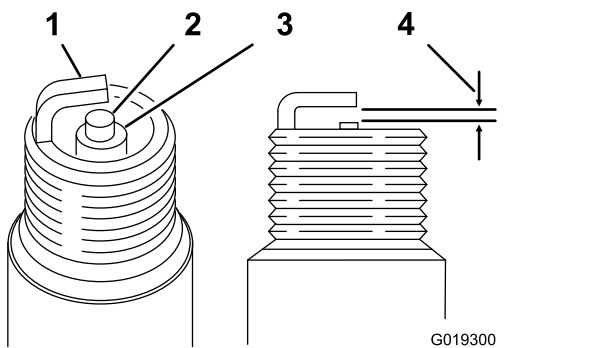

Figura 34
3. Ajuste a folga para 0,6 a 0,7 mm como se mostra na (Figura 34). Monte a vela com a folga correta e aperte-a com uma força de 23 N·m.